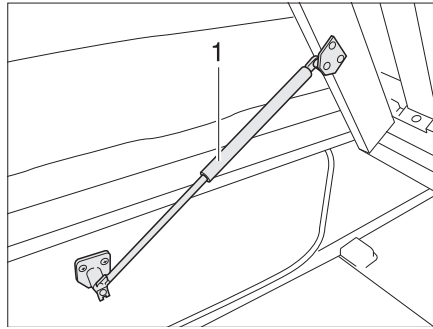

Fig. 158 Lit fixe
- Soulever le sommier à lattes. Les ressorts à pression de gaz (Fig. 158,1) maintiennent le sommier à lattes en position ouverte.